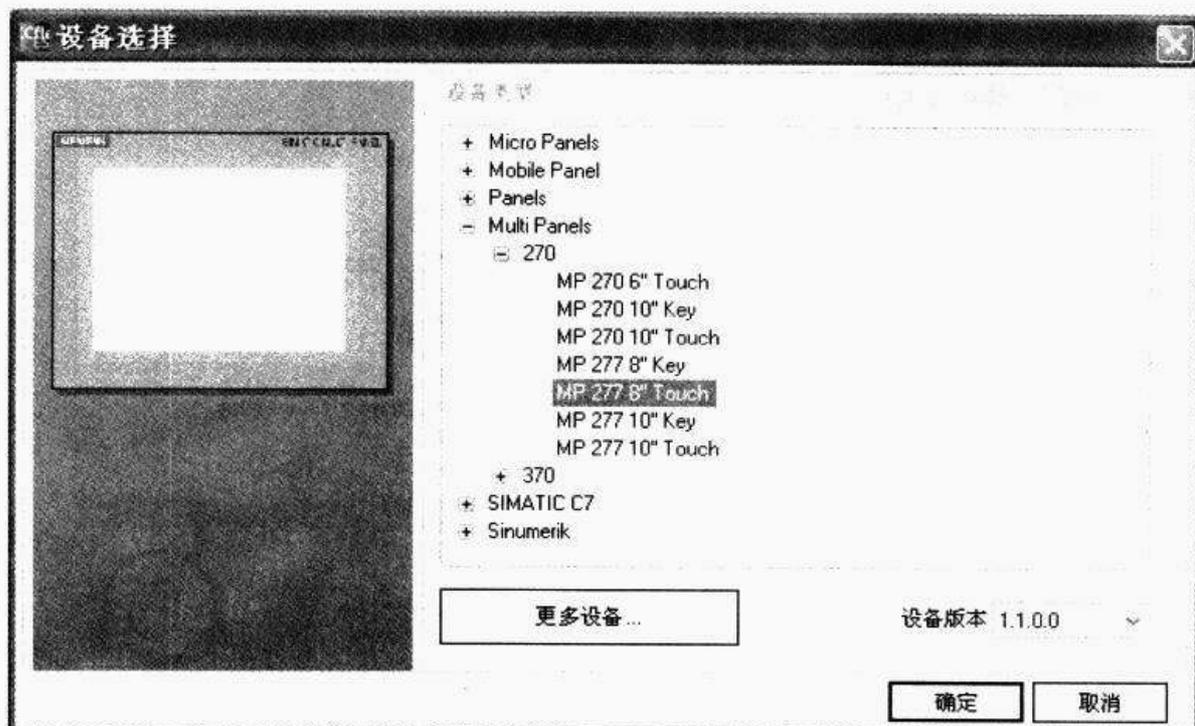

图 3-4 HMI 设备选择
② 选用西门子公司最新推出的 MP 277 10 寸触摸屏和 S7 300 控制器。将光标放在控制器图标上并单击,可选择设备类型(如图 3-4 所示)。